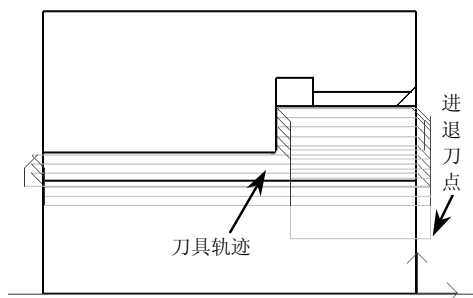

图 6-77 粗车加工内孔轨迹
(3) 确定进退刀点 指定一点作为刀具加工前和加工后所在的位置，如图 6-77 所示。要保证选取的点在进退刀时不会与工件发生干涉。
(4) 生成刀具轨迹 当确定好进退刀点后，系统会自动生成绿色的刀具轨
迹，如图 6-77 所示。